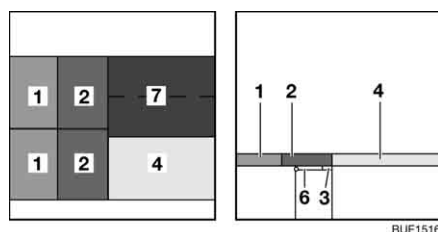

Fig. 139 Depois da transformação
- Coloque os estofos do assento (Fig. 139,2) sobre a tampa articulada aberta do banco arca.
- Desdobre o estofa adicional (Fig. 139,7) e coloque-o em frente ao estofa do assento (Fig. 139,4) sobre a mesa.